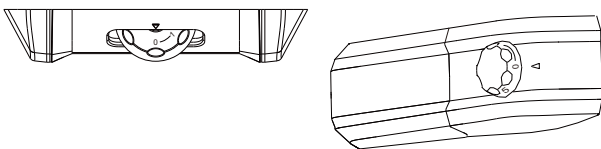

Fig.13
1) Gire o botão para a posição „0“ (fig.13)